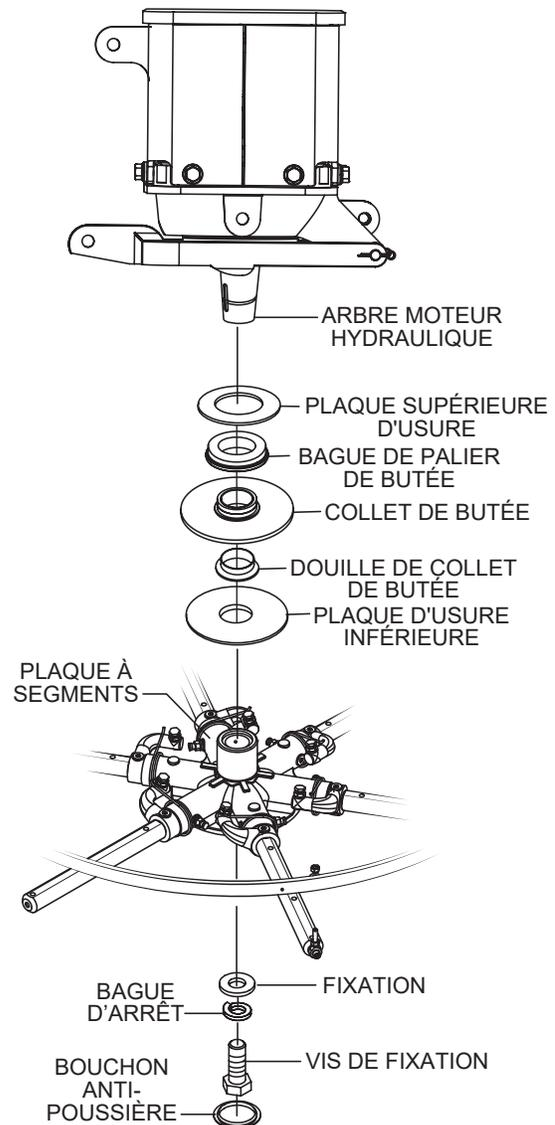

Figure 49. Élimination des araignées
1. À l'aide de l'outil de dépoussiérage ou d'un outil équivalent, retirer le bouchon anti-poussière (Figure 49) situé sous la plaque d'araignée, afin de protéger les fils de l'araignée des contaminants.